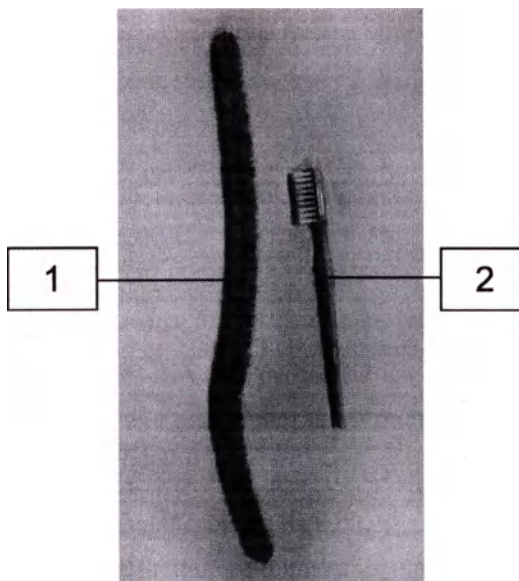

Рис. 4: Расходные материалы, используемые для очистки и дезинфекции.
- Одноразовые щетки 15 мм BRISTLE – STEM (Код: FLEX006, Clinipack) или аналогичные (поз. 1 на рис. 4).
- Зубная щетка или подходящая щетка для очистки хирургических инструментов (поз. 2 на рис. 4).